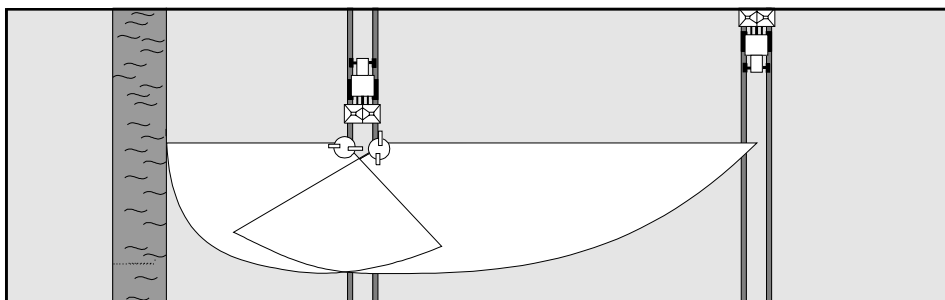

Fig. 7.7
Voor het **grensstrooien** (volgens de milieunorm) (fig. 7.7) of het **kantstrooien** (naast eigen, op dezelfde wijze te behandelen percelen) (fig. 7.8) het “kant-toe” strooien, de **linkse “Omnia-Set”** strooischotel (normaal aan de linker zijde perceelranden strooien), in rijrichting gezien, **vervangen door de bijbehorende kantstrooischotel “Tele-Set”**. Voor het rechtsom kantstrooien is een speciale kantstrooischotel leverbaar.
7.4.1.1 Grensstrooien volgens de “milieunorm voor het strooien van kunstmest” (fig. 7.7)
7.4.2 Instellen van de kantstrooischofel volgens de milieunorm (fig. 7.7)